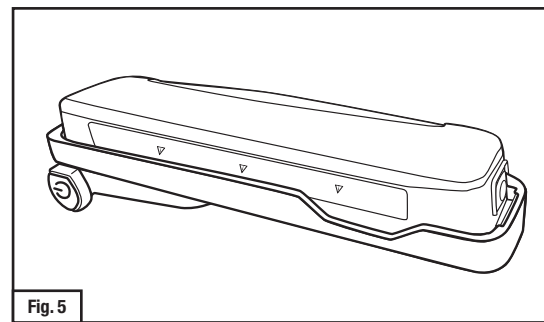

Fig. 5
- Empuje la batería TR-630 de modo que quede bien asentada en el adaptador y la lengüeta de liberación color azul en la batería haga clic (Fig. 5).